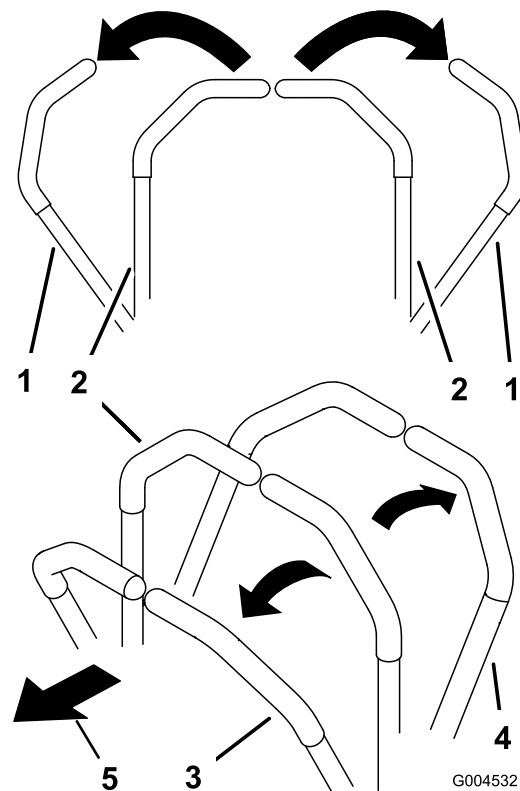

Figura 15
1. Mueva las palancas de control a la posición de BLOQUEO/PUNTO MUERTO (Figura 15).